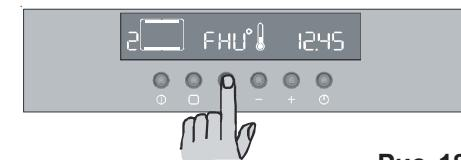

Рис. 18
- 4) Нажмите клавишу **B**. На дисплее температуры появится индикация «FHU» (РЗГ) (рис.18).